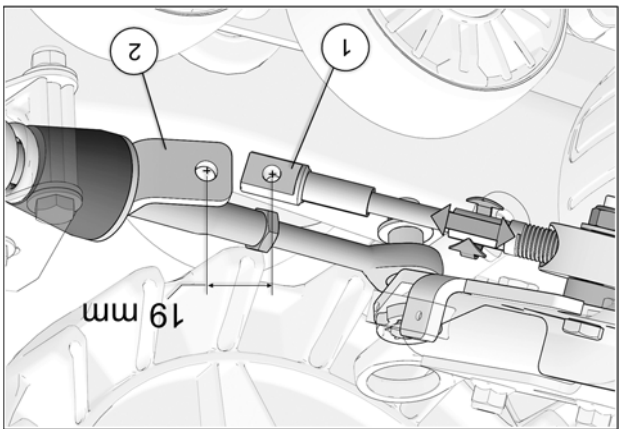

Fig. 25
15. Tourner le volant du véhicule au maximum de la course du côté gauche. En maintenant une pression au volant, ajuster le câble (en vissant ou dévissant pour ajuster la longueur). Voir la Fig. 25
16. Obtenir une distance de 19 mm [$\frac{3}{4}$ po.] du centre de l'extrémité du câble (1) au centre de l'extrémité du support de fixation (2). Voir la Fig. 25